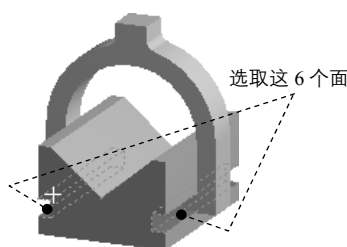

图 7.6.17 定义接触面
(1) 定义接触面。在 **Scope** 区域中单击以激活 **Contact** 后的文本框, 选取图 7.6.17 所示的模型表面 (6 个面) 为接触面, 单击 **Apply** 按钮。